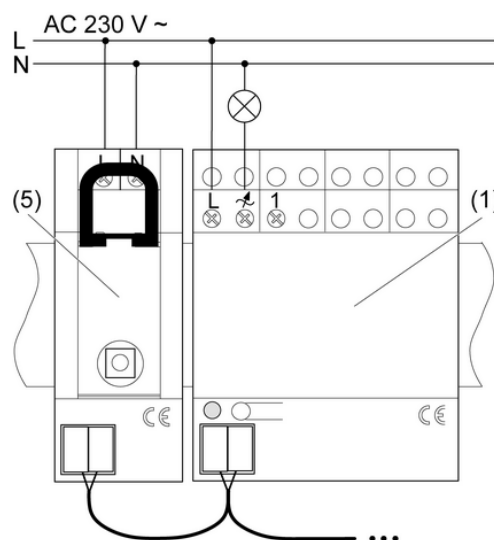

Bild 2: Anschluss des Dimmers (1) an Funk-Empfänger REG (5)
- Dimmer an Anschlussklemme (4) über eine Busleitung mit dem Funk-Empfänger REG (5) bzw. anderen Funkaktoren verbinden (Bild 2).